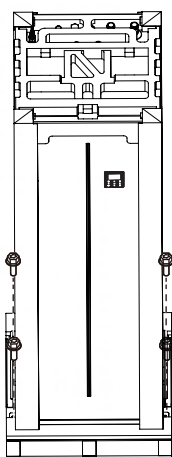

Fig. 2-3
- Îndepărtați cele 4 șuruburi ale bazei din lemn (consultați Fig. 2-3).